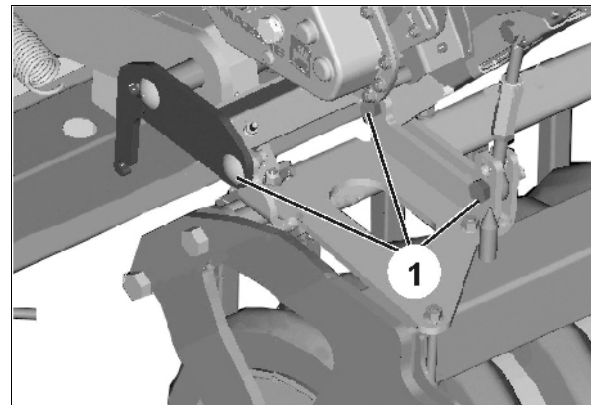

Fig. 27
- 5.2 Rechts: 3 Verschraubungen (Fig. 27/1) montieren.